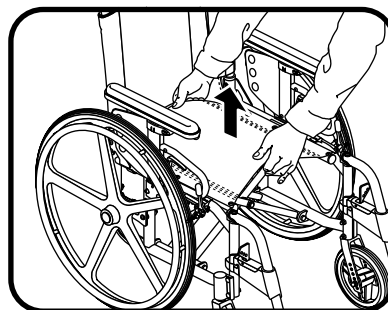

Figura 4. Chiusura della e LiteStream XF
3. Afferrare la base del sedile al centro sulla parte anteriore e su quella posteriore. Vedere figura 4.